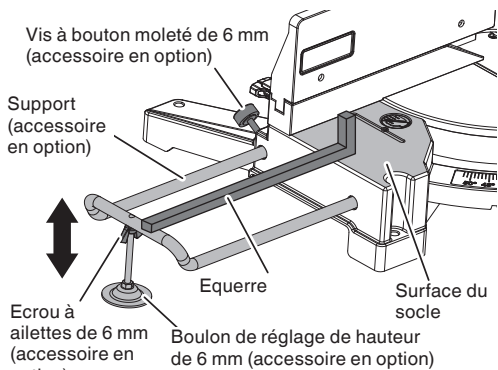

Fig. 10
(1) Comme indiqué sur la Fig. 10, utiliser une équerre en acier pour aligner le bord supérieur des supports avec la surface du socle. Desserrer la vis à bouton moletée de 6 mm. Tourner un boulon de réglage de la hauteur de 6 mm et régler la hauteur du support.
(2) Après le réglage, serrer fermement l'écrrou à oreilles de 6 mm et fixer le support avec la vis à bouton moletée de 6 mm (accessoire en option). Si la longueur du boulon de réglage de hauteur de 6 mm est insuffisante, placer une plaque mince en dessous. S'assurer que l'extrémité du boulon de réglage de la hauteur de 6 mm ne dépasse pas du support.